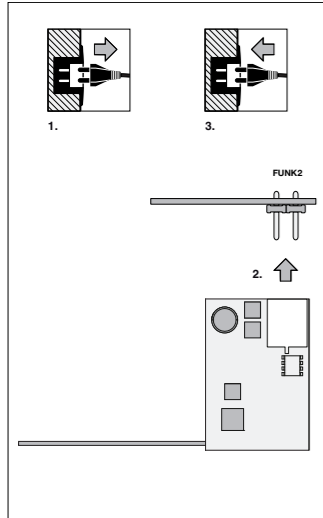

Fig. 2
3.1 Ansluta mottagaren till maskineriet (fig. 2)
3.1 Tilslutning af modtageren på åbneren (fig. 2)
3.1 Mottagertilkobling til drivmotor (fig. 2)